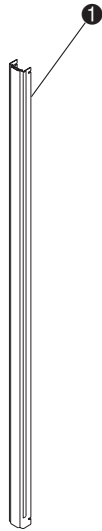

Figura 2-16. Instalación de la junta de espuma
- ❶ Panel estético frontal instalado
10. En la parte izquierda y derecha del conjunto frontal de paneles estéticos, instale dos juntas de espuma de 171 cm como se muestra en la Figura 2-16.